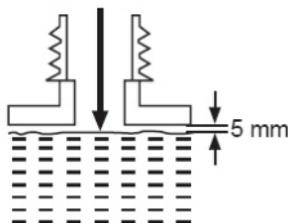

Fig. 14
- Remplissez le réservoir de lubrifiant approprié à l'aide d'un entonnoir à huile muni d'un filtre pour éviter l'insertion d'impuretés dans le réservoir. Ne remplissez pas trop et laissez un espace d'environ 5 mm entre le niveau d'huile et le bord du réservoir pour permettre la dilatation (Fig. 14).